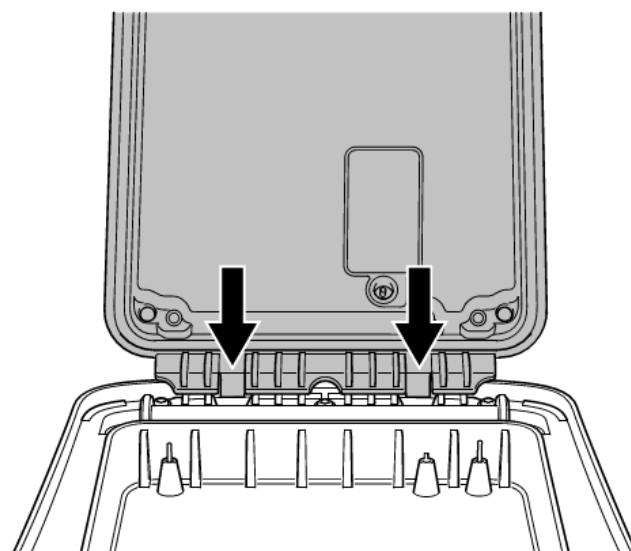

Figure 4.11 : Alignement du bloc batterie et mise en place par pression
- 4 Alignez les clips du bloc batterie dans les encoches correspondantes sur le corps du générateur, puis mettez-le en place (fig. 4.11)